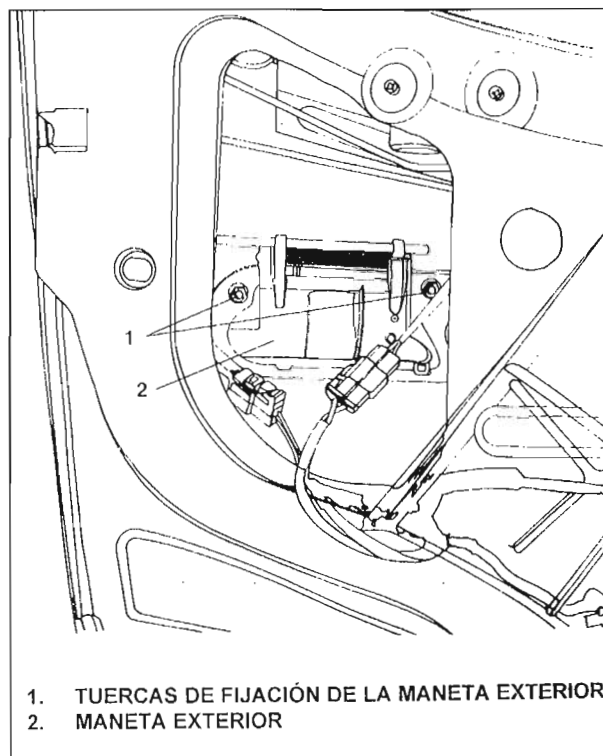

Fig. 7.
6. RETIRADA/ INSTALACIÓN DE LA MANETA EXTERIOR DE LA PUERTA (Fig.7&8)